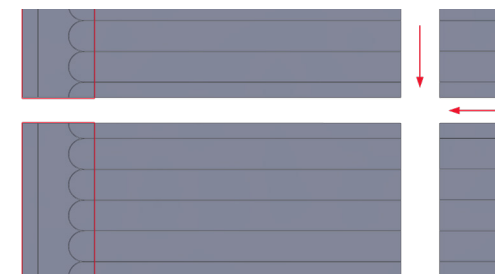

Fig. 1. Legg ut alle svingplater
4. Legg ut alle svingplater, deretter legges de rette platene imellom svingplatene. Sett små biter av aluminiumstape for å holde platene sammen. (Ikke tape der hvor kabelen skal ligge) (fig. 1)